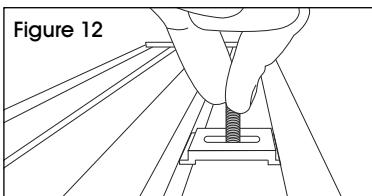

Figure 12
9. Sous la planche repose-pieds, tournez les attaches à la verticale afin que les rainures de l'attache tiennent solidement sous les rebords de la cannelure. Serrez les attaches à l'aide des écrous à embase. (Voir Figures 12 à 14)
12. Sous la planche repose-pieds, tournez les attaches à la verticale afin que les rainures de l'attache tiennent solidement sous les rebords de la cannelure. Serrez les attaches à l'aide des écrous à embase. (Voir Figures 12 à 14)